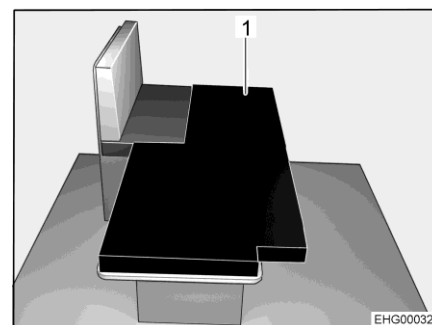

Fig. 45 Dopo la trasformazione
- Posizionare il cuscino aggiuntivo (Fig. 45,1) come illustrato, sul tavolo ribassato.